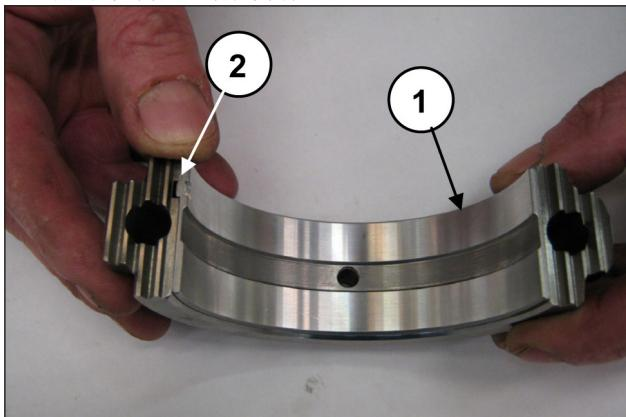
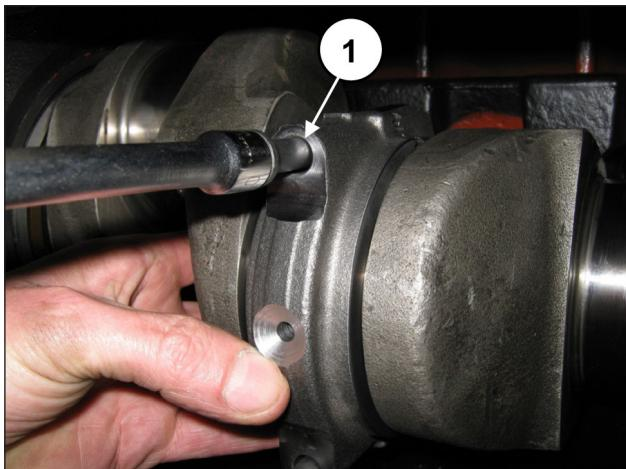

图 67
图 68
将下半轴承安装到连杆帽上(位置①, 图 67), 确保半轴承的基准平键定位在连杆帽的专用底座中(位置②, 图 67)。将连杆帽固定到半连杆, 可使用螺丝M10x1.5x80(位置①, 图 68)。